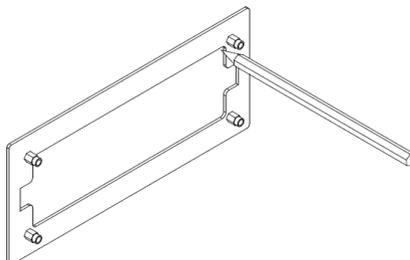

Figure 21 – tracer la découpe
1. Une fois choisi l'endroit où sera installé l'afficheur, vous devez creuser le mur en utilisant la partie extérieure du support de l'afficheur comme gabarit. Le positionner sur la cloison, en veillant à ce qu'il soit de niveau, et tracer la découpe à l'aide d'un crayon comme représenté sur la Fig. 21.